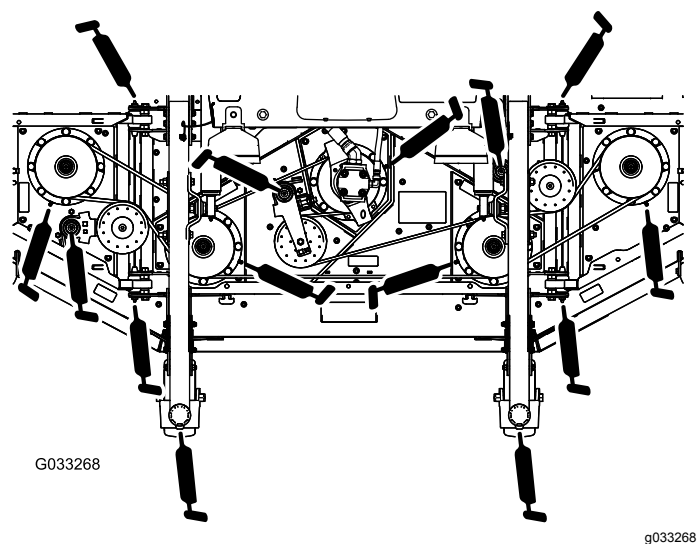

Figura 83
- Dois casquilhos de eixo da forquilha da roda giratória (Figura 83)
- 5 rolamentos do eixo (localizados na cobertura do eixo), conforme se mostra na Figura 83
- 3 casquilhos da articulação do braço intermédio (localizados no eixo da articulação intermédia), conforme se mostra na Figura 83
- 4 casquilhos da plataforma lateral (localizados nos pinos da articulação lateral), conforme se mostra na Figura 83